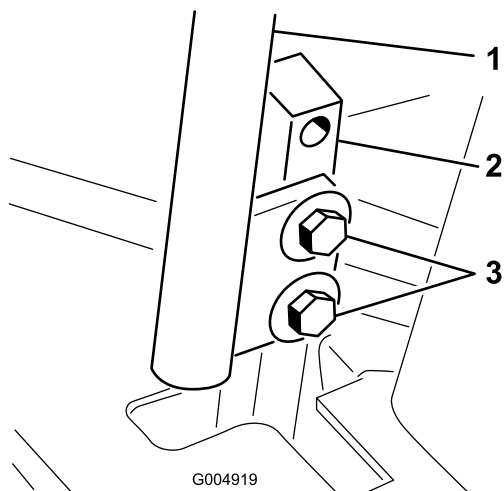

Figure 66
3. Desserrez les boulons de fixation des leviers de commande (Figure 66).